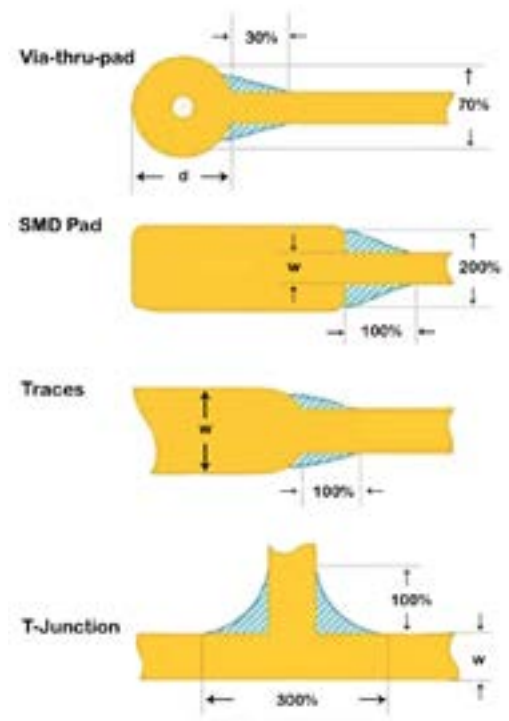

Abbildung 5: Tropfenförmige Pads verstärken die Leiterbahnenstärke und steigern den Fertigungsertrag.
- 2. Leiterbahnen und Durchkontaktierungen mit Teardrops verstärken:** Wenn die Biegung des Trägermaterials nicht kontrolliert erfolgt, kann das zur Schichtablösung und zum Produktausfall führen. Leiterbahnen und Durchkontaktierungen können jedoch verstärkt werden, um die Ablösung zu verhindern. Ersetzen Sie runde Pads einfach durch tropfenförmige Pads (Abbildung 5). Tropfenförmige Pads liefern mehr Materialstärke, verstärken das Pad und verhindern eine Ablösung. Außerdem können tropfenförmige Pads in der Herstellung auch weniger Ausschuss erzeugen, weil sie eine höhere Bohrtoleranz zulassen.